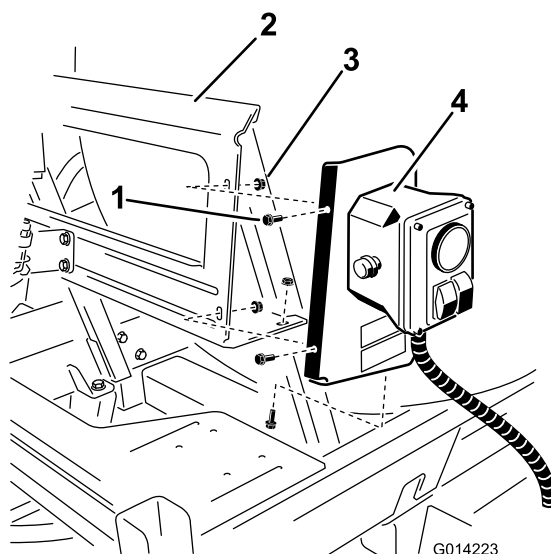

Figura 8
2. Montate il gruppo sulla staffa di montaggio usando 3 bulloni (1/4 x 5/8 pollici) e 3 dadi di bloccaggio (1/4 pollice) come illustrato nella Figura 8.